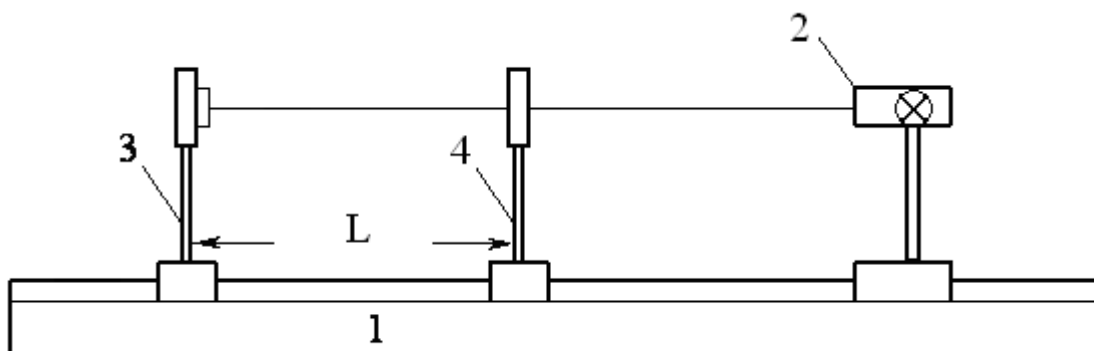

Рис. 2.
Схема установки изображена на рис. 2.
1. Установить лампу на оптическую скамью (рис.2).
2. Установить на оптической скамье держатели 3 и 4 (рис.2)
5. Регулируя накал нити пирометрической лампы реостатом R (рис. 2) добиться одинаковой яркости нитей пирометрической лампы и лампы накаливания. При этом четкость изображения достигается подстройкой окуляра. Соответствующее значение силы тока I_2 с цифрового прибора занести в таблицу 1. Измерения провести не менее 3 раз, каждый раз изменяя накал лампы пирометра и снова выравнивая яркость. Вычислить среднее значение силы тока I_2 .
9. Вычислить по формуле (14) температуру T нити лампы накаливания, используя найденные значения $T_я$ и $\alpha_{\lambda,T}$.